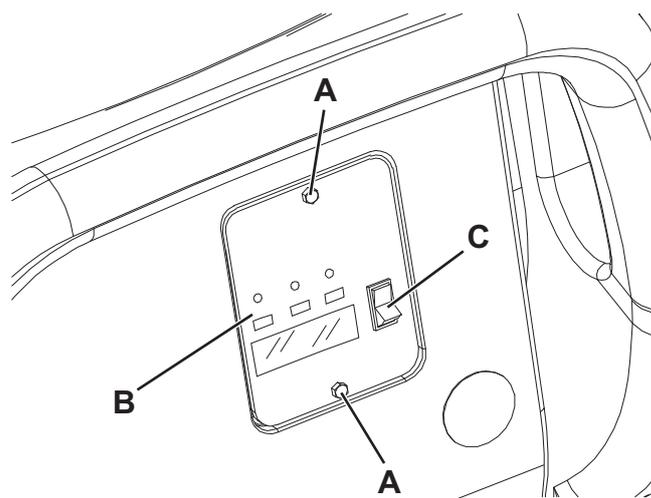

Figure 1
1. Tourner la clé de contact (80) en position "I" et remarquer ce qui se passe pendant les premières secondes de fonctionnement de la machine :
3. Arrêter le moteur en tournant la clé de contact (80) en position "0".
4. Appuyer en même temps et maintenir appuyé les interrupteurs (71) et (73), puis tourner la clé de contact (80) en position "I".
5. Relâcher les interrupteurs (71) et (73) après 8 secondes minimum du démarrage de la machine.
6. Dans 3 secondes, appuyer à nouveau pour peu de temps sur l'interrupteur (73) et contrôler que le témoin lumineux de la configuration désirée clignote (comme indiqué au point 1).
7. Déposer les vis (A, Fig. 1) de l'hublot de lecture des données du chargeur de batterie.
8. Déposer l'hublot (B).
9. Positionner le sélecteur (C) sur WET pour les batteries au plomb ou sur GEL / AGM pour les batteries au gel.
10. Installer l'hublot (B) et serrer les vis (A).
11. Ouvrir le couvercle (22) et vérifier que le réservoir de l'eau de récupération (21) est vide. En cas contraire, le vider au moyen du tuyau de vidange (16).
12. Saisir la poignée (41) et soulever le réservoir (40) avec soin.